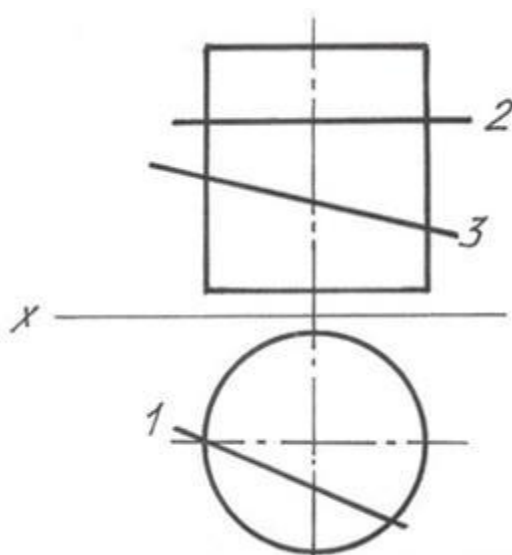

рис.1
1.При пересечении прямого кругового цилиндра плоскостью могут получиться следующие сечения (рис. 1):
- две прямые (1);
- окржность (2);
- эллипс (3).